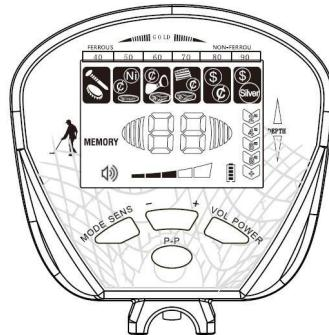

Figura 12
5. Prueba de modo de MEMORIA Presionar el botón MODO de nuevo, se ilumina el cursor MEMORIA. Se iluminan todos los cursores de reconocer del objetivo. (Ver figura 12)
- e) Si quiere buscar otro metal de diferente material, presionar de nuevo el botón MODO, el cursor MEMORIA mantiene iluminado, y demuestra lo de figura 12. Repetir las operaciones arriba mencionadas para buscar otros metales.
- f) Para salir del modo MEMORIA, puede presionar el botón MODO, y la sonda regresa al estado de figura 12, presionar de nuevo el botón MODO, se sale del modo MEMORIA y entra en el siguiente modo de trabajo.